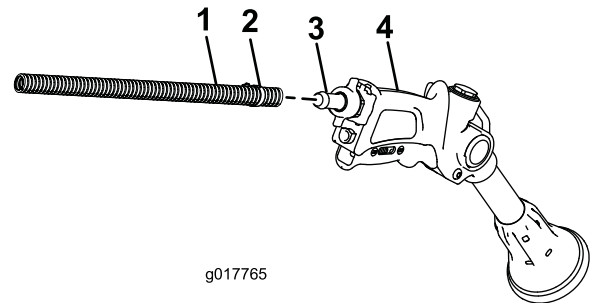

Figure 15
2. Connectez l'extrémité libre du long flexible au raccord du pistolet pulvérisateur (Figure 15).